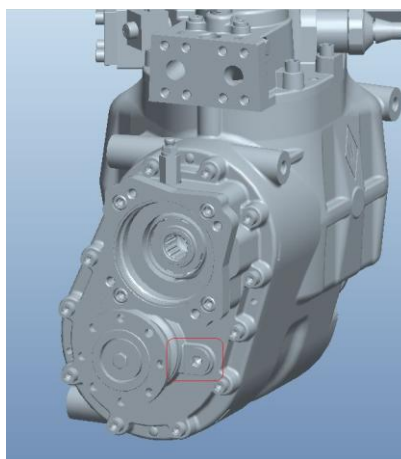

Рис. 3- 11
- Крутить отверстие проверки уровня масла, заправить шестеренчатое масло до естественного вытекания, завинтить винтовую пробку. (Рис. 3- 11)